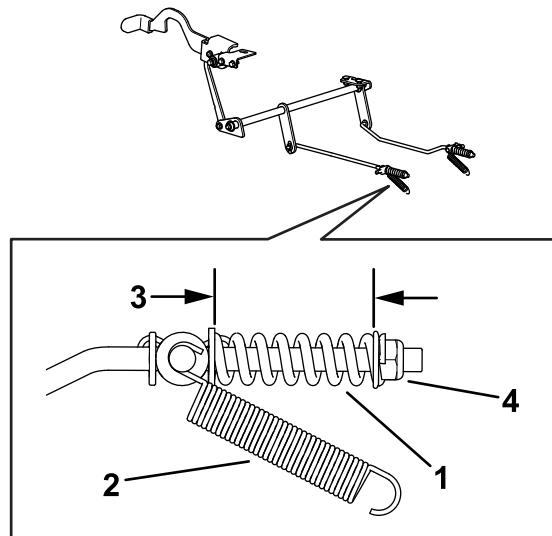

Figure 64
8. Contrôlez les deux longueurs de ressort comme montré à la Figure 64. Si un réglage est nécessaire, tournez l'écrou de maintien du ressort dans le sens horaire pour raccourcir le ressort, et dans le sens antihoraire pour l'allonger. Répétez l'opération 6.